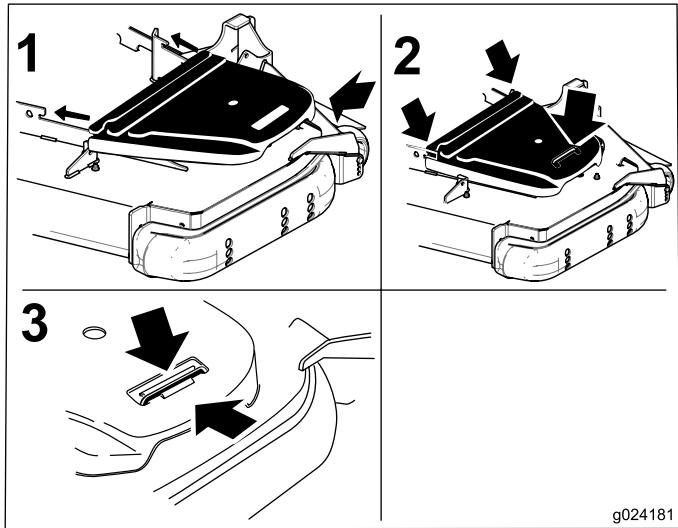

Figura 79
12. Instale las cubiertas de la correa (Figura 79).